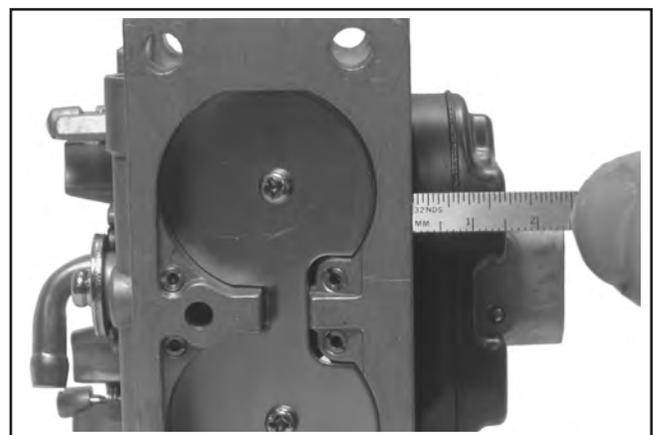

Abbildung 5-31. Überprüfung der Schwimmerhöhe.
15. Die korrekte SchwimmerhöhenEinstellung liegt bei **17 mm (0,669 Zoll) ± 1,5 mm (0,059 Zoll)**. Dabei wird von der Schwimmerbasis bis zum Vergasergehäuse gemessen. Siehe Abbildung 5-31. Den Schwimmer austauschen, wenn die Höhe von der vorgegebenen Einstellung abweicht. Nicht versuchen, die Einstellung durch Biegung der Lasche des Schwimmers vorzunehmen.